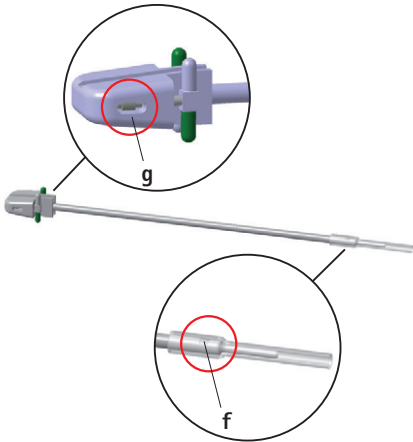

Fig. 4
- ▶ Ställ in säkerhetsstoppet på mittpositionen g, se Fig. 4.